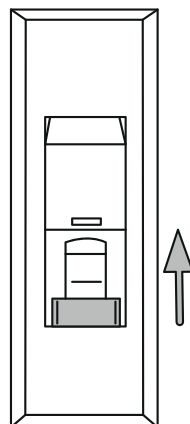

Figura 43.
**20.** Encienda el interruptor de encendido de la Unidad Principal (Figura 43).